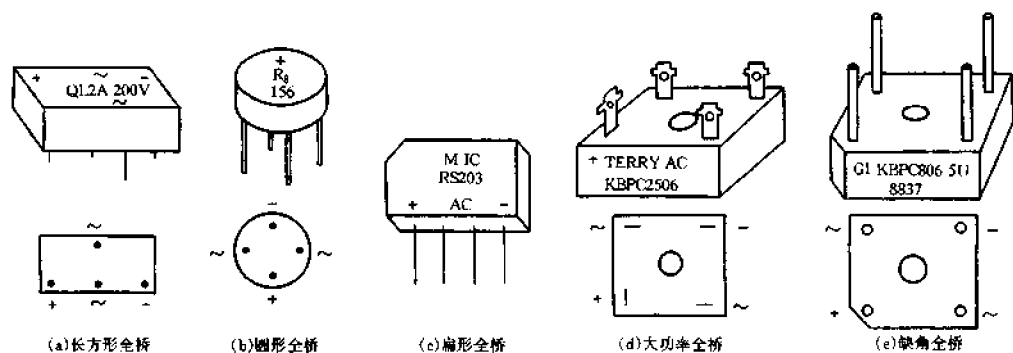

图 4-64 常见全桥组件的外形及引脚排列
使用全桥组件时, 除了要选用适当的  $I_0$  与  $V_{RM}$  参数外, 还应注意分清其输入、输出端引脚, 两者不能搞错。现以图 4-64 所示的几种常见全桥组件类型为例, 介绍引脚排列的规律。
(1) 长方体全桥组件。输入、输出端直接标注在壳体上, 见图 4-64(a) 所示。“~”为交流输入端, “+”、“-”为直流输出端。
(2) 圆形全桥组件。它的壳体上若只标“+”, 那么在“+”的对面是“-”极端, 余下两脚便是交流输入端, 见图 4-64(b)。
(3) 扁形全桥组件。除直接标正、负极与交流接线符号外, 通常以靠近缺角端的引脚为正(部分国产为负)极, 中间为交流输入端, 见图 4-64(c)。
(4) 大功率方形全桥组件。这类全桥由于工作电流大, 使用时要另外加散热器。散热器可由中间圆孔加以固定。此类产品一般不印型号和极性, 可在壳体侧面边上寻找正极标记, 见图 4-64(d) 所示。正极对角线上的引脚是负极端, 余下两引脚是交流输入端。
(5) 缺角全桥组件。其外形如图 4-64(e) 所示。缺角处引脚为正极端。